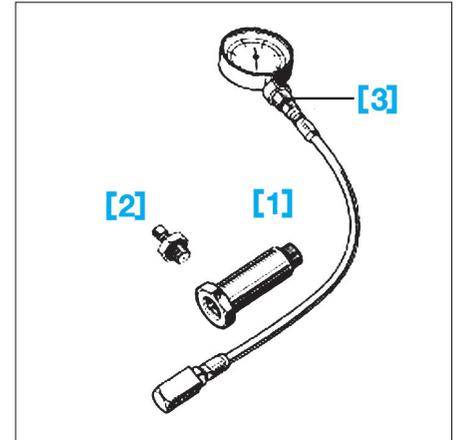

Fig. 39
- [1] et [2]. Embouts de branchement (Fig.39).
- [3] Manomètre de contrôle de la pression d'huile (Réf du coffret Renault : Mot. 836-05) (Fig.39).
- Mettre en place les embouts [1] et [2] (Fig.39).